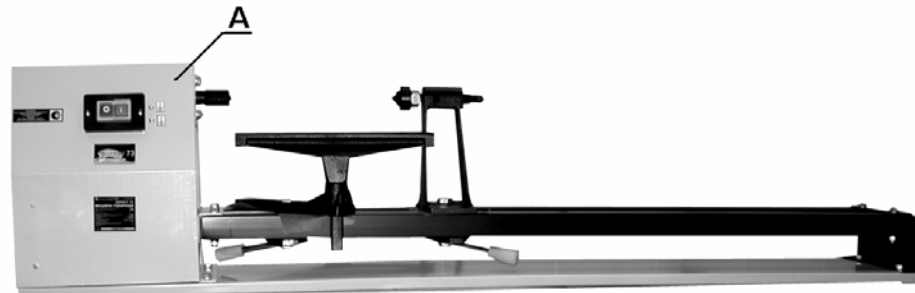

Рис.1.
6.1. Комплектность машины указана в таблице 3 и на Рис.1.